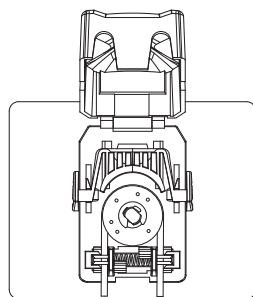

图2：泵头装管示意图
- 步骤一: 把泵头护罩打开, 上压块上提, 如图2所示的位置用左右管夹压住软管, 弹簧自由弹力压住即可, 不需要用手挤压